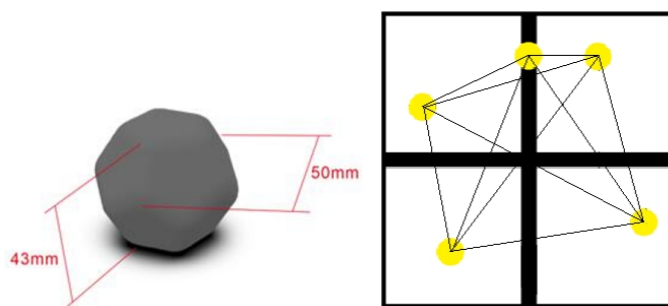

图 6 障碍规避
4.5.1 在某个十字拼装块中有 5 个长宽高均不大于 50mm 的 EVA 十二面体障碍。障碍的放置位置要保证其轴线与地面的五个交点之间的连线有 10 条，且至少有 5 条连线的长度不小于 320mm，如图 6 所示。